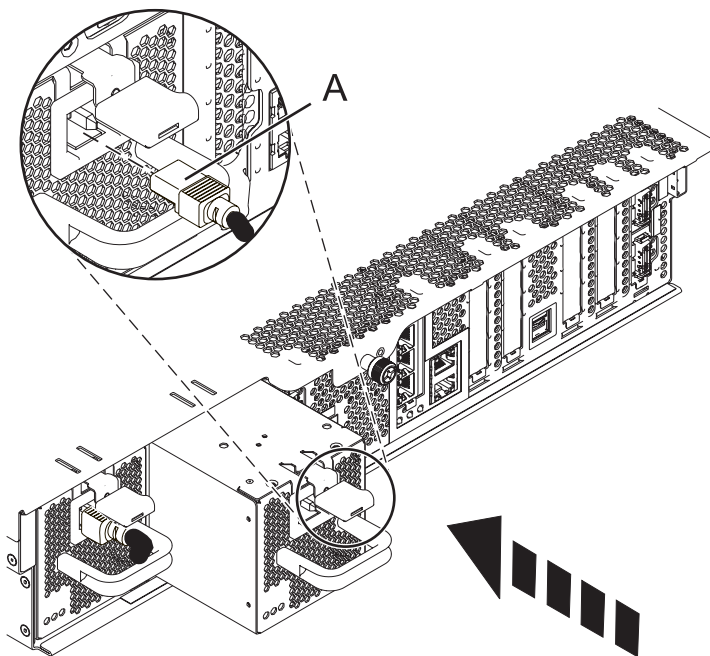

Figure 3. Installation d'une alimentation électrique
5. Insérez l'alimentation électrique jusqu'à ce que le taquet de verrouillage s'emboîte dans son logement comme indiqué dans la figure 3.